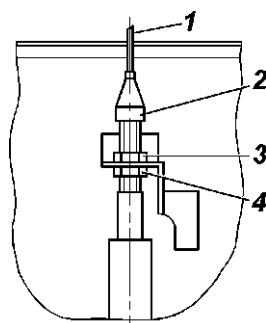

Рис. 4.17. Регулировка привода педали акселератора:
**Привод дроссельной заслонки** в процессе эксплуатации может потребовать регулировки натяжения троса. Для натяжения троса отверните гайку 3 (рис. 4.17) и затяните гайку 4.